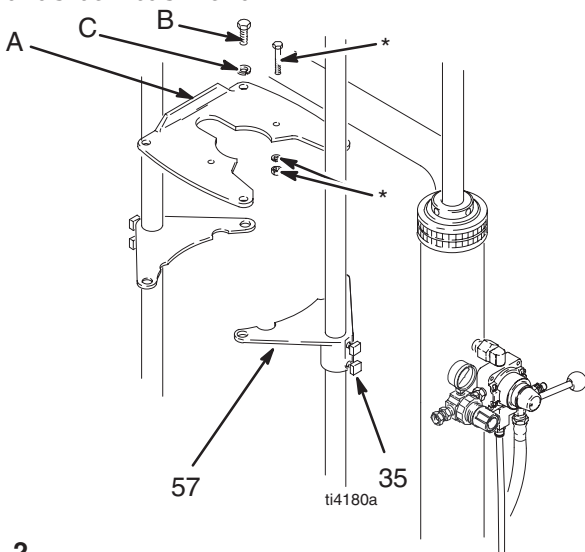

Fig. 2
1. Coloque las ménsulas de montaje (57) de forma que la parte superior de la bomba esté despejada de la viga de soporte (3).
2. *Sólo para las bombas President y Monark Check-Mate 450*, instale la placa de montaje (A) del kit 224829 en los soportes de montaje (57) usando cuatro tornillos (B) y arandelas de seguridad (C). Vea la Fig. 2. Observe que la placa está orientada de forma distinta para la bomba President y para la bomba Monark.
3. Sujete el motor a los soportes de montaje (57) o a las placas de montaje (A) con las piezas de sujeción suministradas (*), según sea pertinente. Vea la Fig. 2.